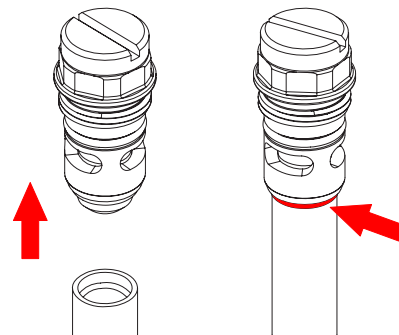

Abbildung 16 Abziehen des Rohrs vom Stopfen
3. Siehe Abbildung 16. Das alte Fluidisierungsrohr vom Stopfen abziehen. Anschließend das neue Fluidisierungsrohr bis zur Anlage am roten O-Ring aufschieben.